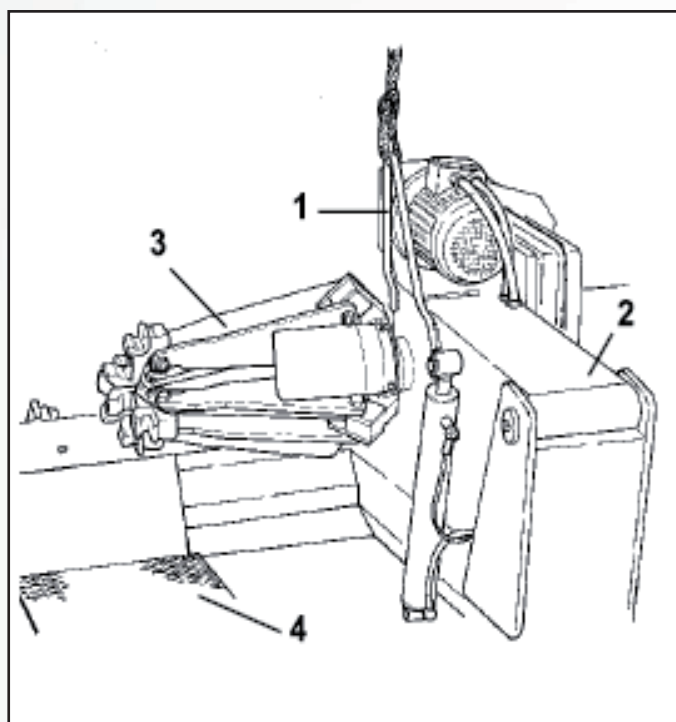

Рисунок 33
(на станде для транспортировки установлена вилка 1 (рис. 33).
1) Опустите вниз до конца кронштейн самоцентрирующейся цапги 2 (рис. 33).
2) Полностью сложите кронштейны цапги 3 (рис. 33).
3) Каретку 4 (рис.33) до упора подведите к кронштейну.